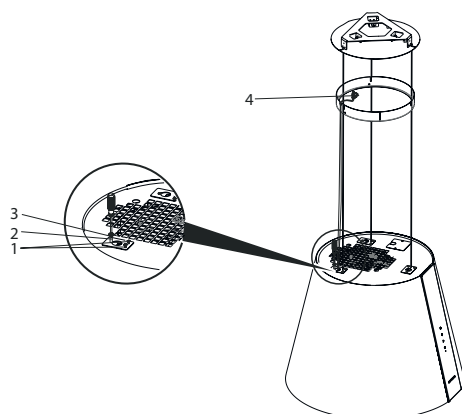

Fig. 9
1. Sätt monteringsfästena ovanpå fläkten och skruva fast dem vid de angivna ställena med 3,5 x 9,5 skruvar och M5 x 15 skruv (Fig. 9).
2. Strömkabeln ska dras upp och genom hålet på takfästets lock (Fig. 9).